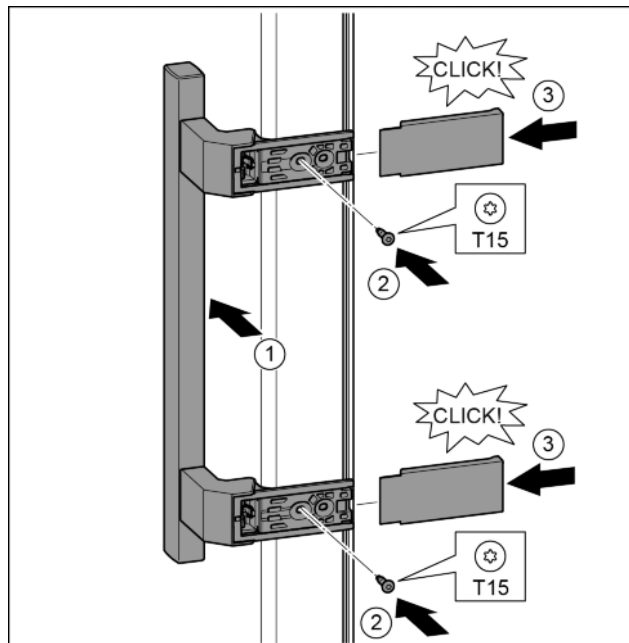

Fig. 34
- ▶ Встановіть ручку з протилежного боку. *Fig. 34 (1)*
- ▶ Закрутіть гвинти за допомогою викрутки T15. *Fig. 34 (2)*
- ▶ Встановіть кришки з боків та вставте їх. *Fig. 34 (3)*